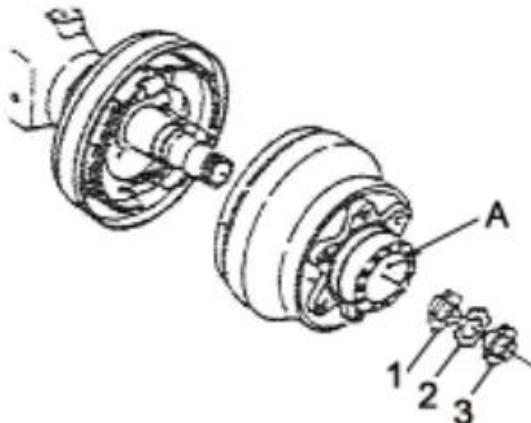

Рисунок 2-1. Добавление смазки.
1.2.1. Заполните ступицу колеса 100 мл консистентной смазки, а затем закрепите ее на оси, см. рис. 2-1.